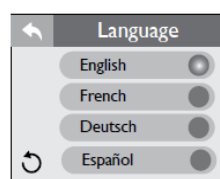

Figura 6.9b
1. Há quatro idiomas a serem selecionados: English (Inglês), French (Francês), Deutsch (Alemão), e Español (Espanhol). Para selecionar um idioma, toque em próximo ao idioma de sua escolha, Figura 6.9b.